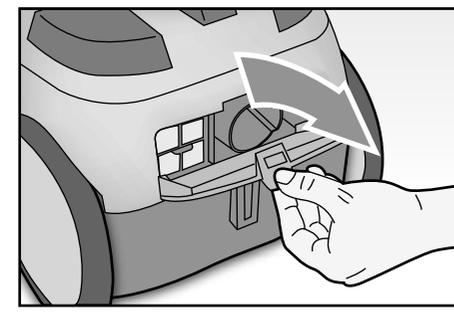

Fig. 7
- Rimuovere la griglia posteriore del filtro uscita aria (Fig. 7).
- Collegare nell'apposito attacco posteriore il tubo flessibile (M).
- Premere l'interruttore di accensione (L) con il piede per accendere l'apparecchio. Una spia verde sul pannello comandi (G) inizierà a lampeggiare e l'apparecchio è in modalità “standby” con la potenza di soffiaggio al minimo. L'apparecchio è pronto per il funzionamento.